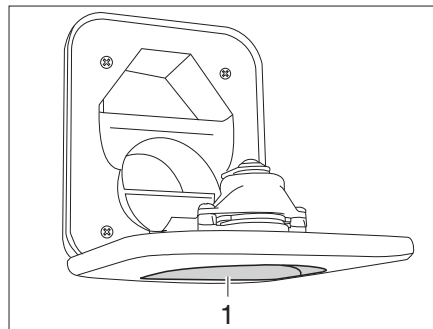

Fig. 275 Tubo de llenado de agua potable para el inodoro
- Abrir el tubo de llenado de agua potable para el inodoro (Fig. 275,1) encima de la trampilla para el cassette Thetford y girarlo hacia abajo.